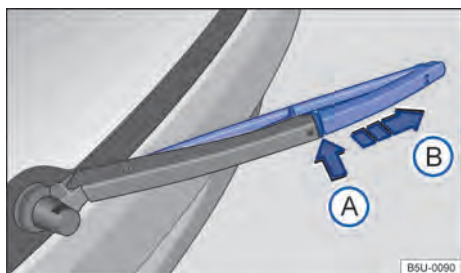

Fig. 156 Sustituir la escobilla limpiaparabrisas de la luneta trasera.
– Mantenga pulsada la tecla de desbloqueo → fig. 156 ①.
– Retirar la escobilla limpialuneta en el sentido de la flecha ②.